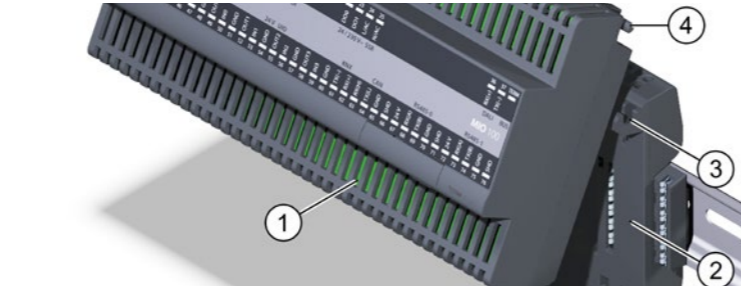

Abb. 7: Elektronikmodul installieren
- Setzen Sie die Schwenkachsen (Pos. 4 in Abb. 7) des Elektronikmoduls (Pos. 1 in Abb. 7) in die Haken (Pos. 3 in Abb. 7) der Backplane (Pos. 2 in Abb. 7) ein.